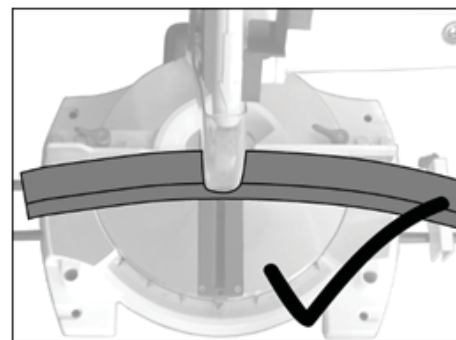

Рис. 5
- Кривые или изогнутые заготовки должны быть установлены так, чтобы точка распила заготовки упиралась в упор для заготовки (Рис. 5).